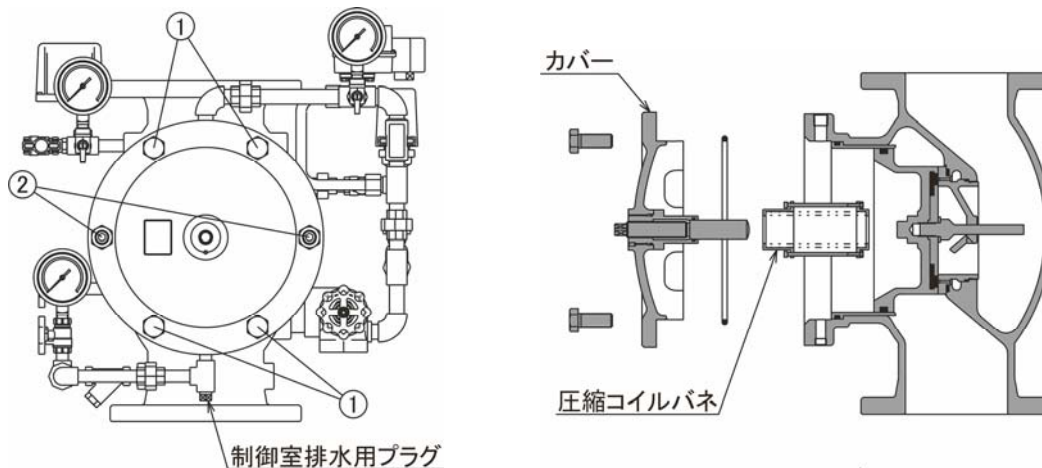

図38
- ⚠ **注意** :150Aの場合、圧縮コイルバネ組立品の向きに注意して組み込んでください(32ページの図38参照)。間違えると、圧縮コイルバネ組立品がカバー側に正しく取付けられません。